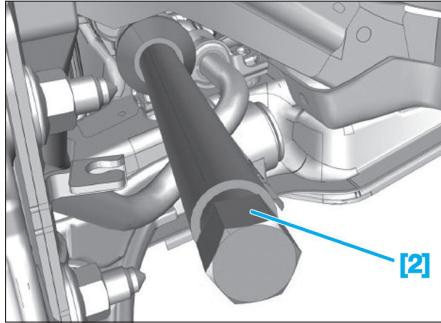

Fig. 13
- Mettre en place la clé à rouleau [2] (Fig.13).